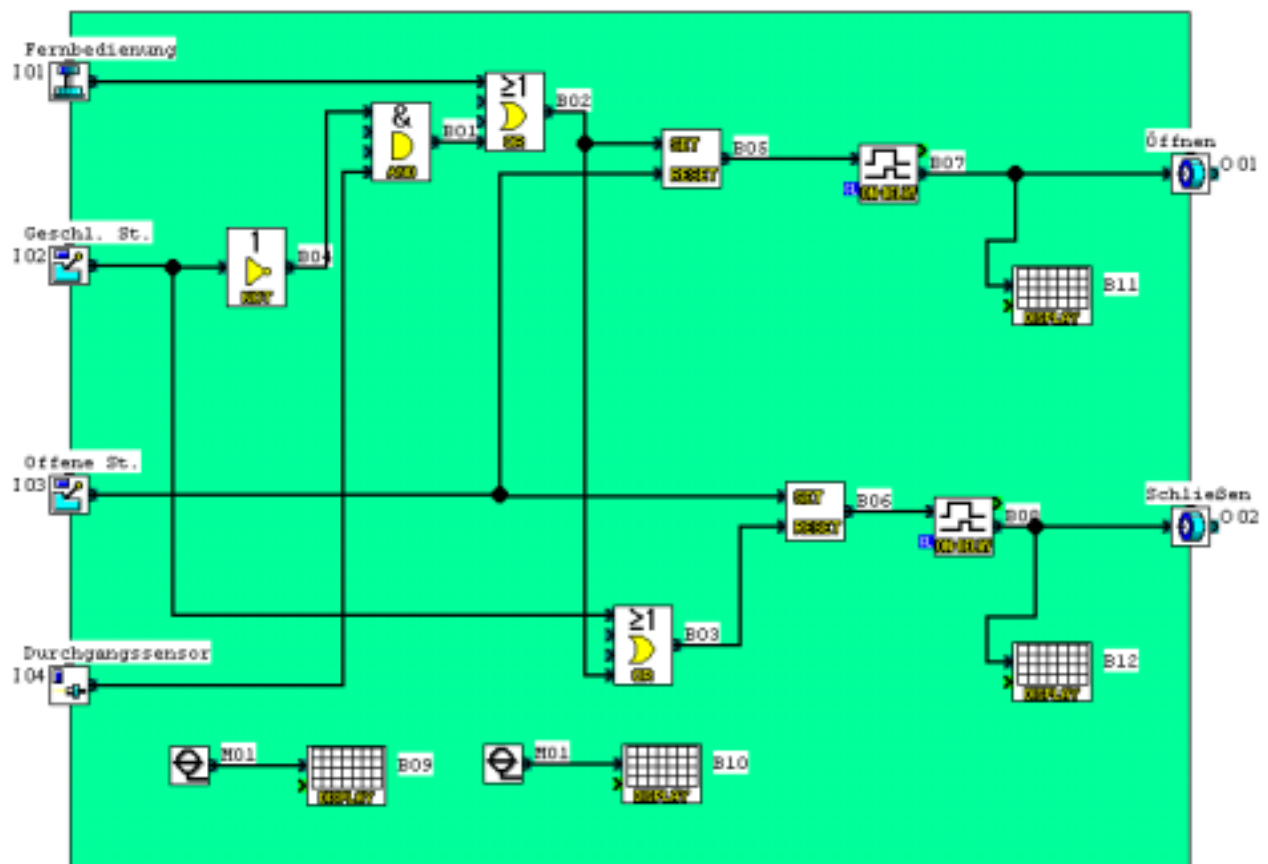

Abb. 1.26 – Ergänzung mit DISPLAY-Funktionen
- ➔ Die **DISPLAY**-Funktionen wie in Abbildung 1.26 dargestellt setzen.